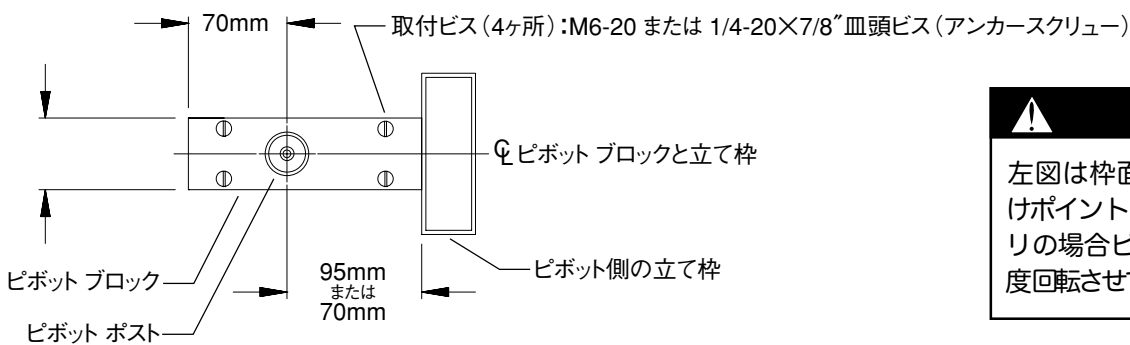
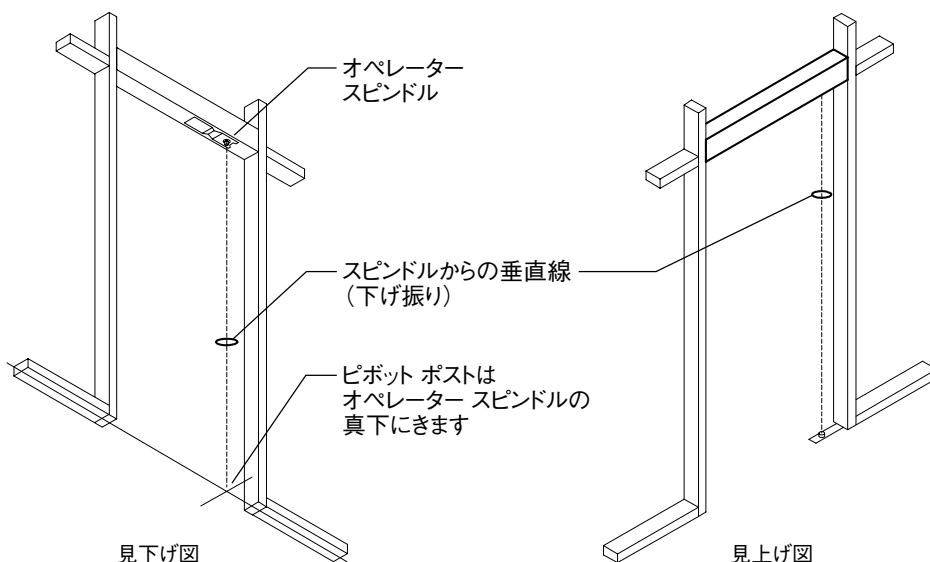

図6-1：ピボットブロックの見下げ図
図6-2
- 6.1 図6-2に示すようにピボットブロック (図6-1) を立て枠から70ミリまたは95ミリの所に位置して下さい。